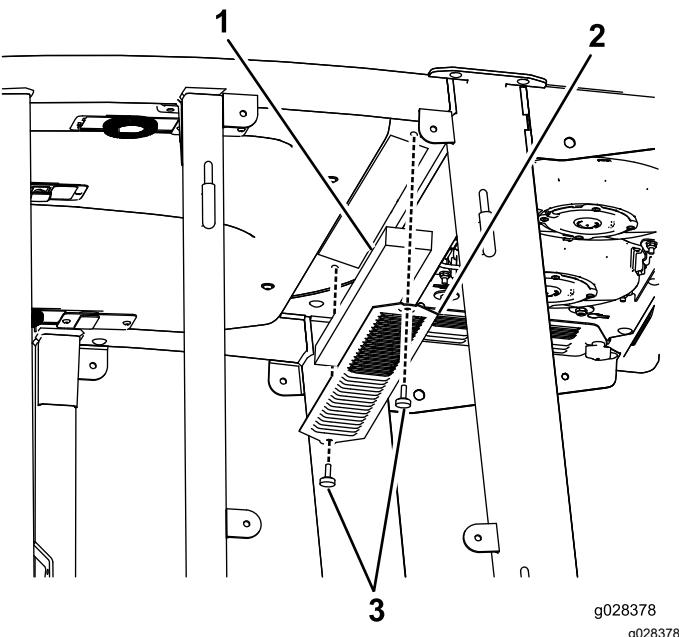
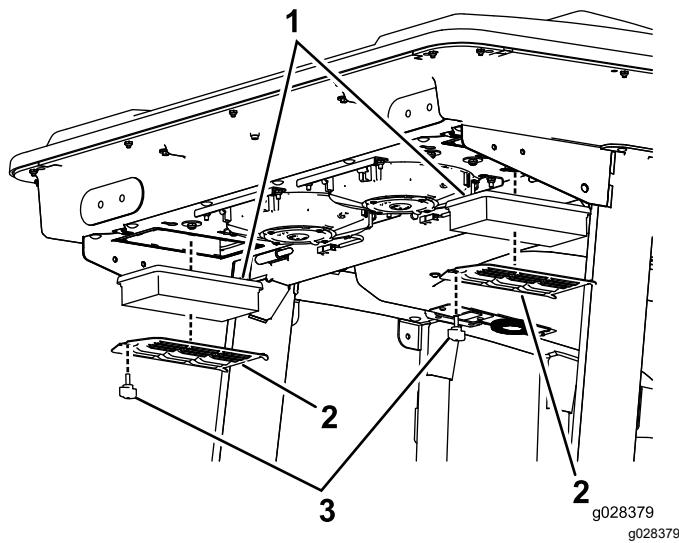
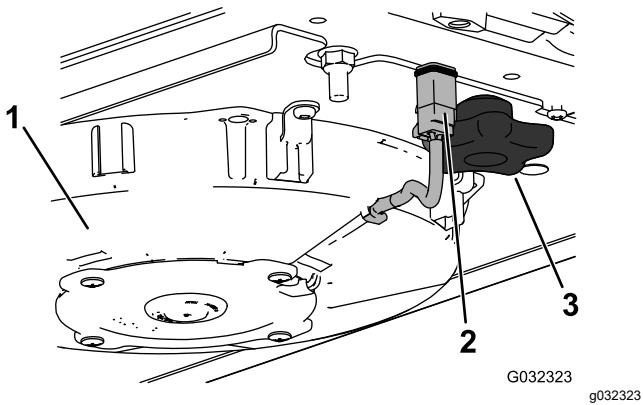
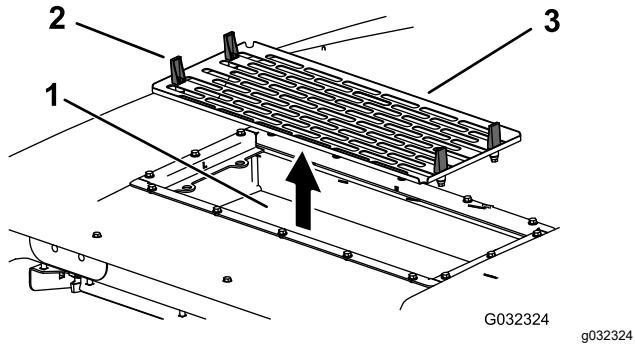

Bild 93
Bild 94
Bild 96
Bild 97
1. Nehmen Sie die Schrauben und Gitter von den internen und hinteren Kabinenluftfiltern ab (Bild 93 und Bild 94).
4. Entfernen Sie die Luftfilter (siehe Bild 94).
6. Bauen Sie Luftfilter, Gitter und Klimaanlage wieder ein (Bild 94, Bild 96 und Bild 97).
7. Schließen Sie das Kabel jedes Lüfters an (Bild 96).